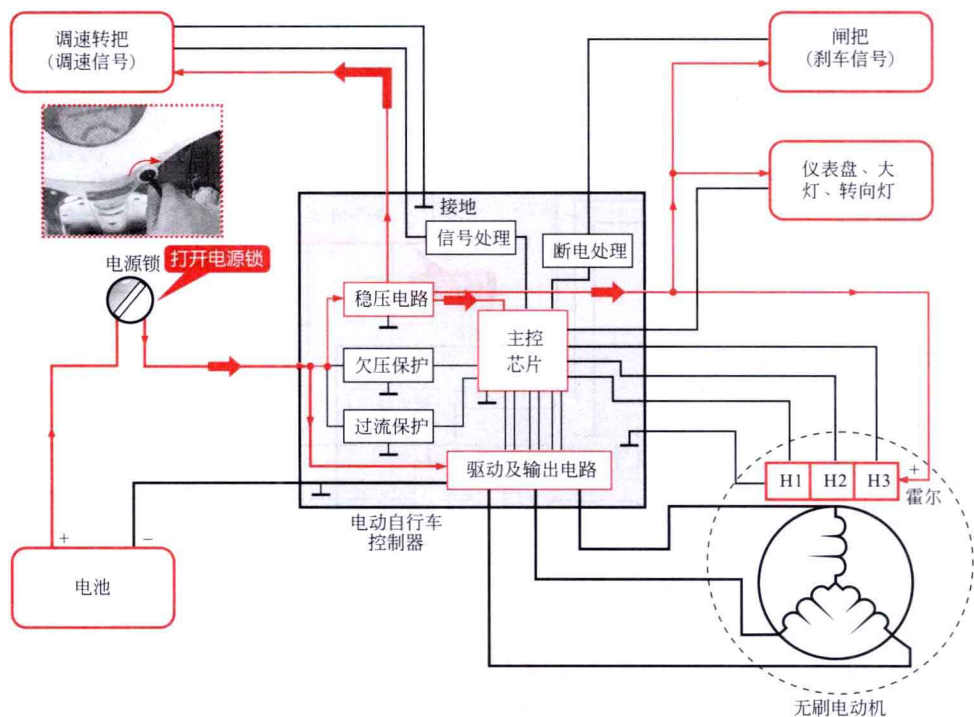

图1-11 供电部分的信号流程
① 使用钥匙打开电源锁，接通电源后，蓄电池输出供电电压送入控制器中，其中一路直接送到电动机驱动和输出电路中，另一路经控制器内部稳压电路处理后，输出多路直流电压为控制器内部电路、调速转把、闸把、霍尔元件、仪表盘等供电，如图1-11所示。